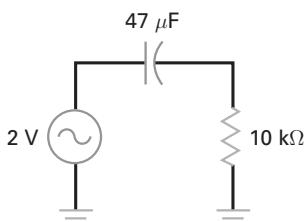

Figura 8-31
- 8-1** **III Multisim** Na Figura 8-31, Qual é o menor valor da frequência para que o capacitor de acoplamento funcione adequadamente?
- 8-2** **III Multisim** Se a resistência da carga mudar para $1\text{ k}\Omega$ na Figura 8-31, qual é o valor da menor frequência para que haja um bom acoplamento?
- 8-3** **III Multisim** Se o capacitor mudar para $100\text{ }\mu\text{F}$ na Figura 8-31, qual é o valor da menor frequência para que haja um bom acoplamento?
- 8-4** Se a menor frequência de entrada na Figura 8-31 for de 100 Hz, qual é o valor necessário de C para que exista um bom acoplamento?
- 8-35** Suponha que alguém montou o circuito da Figura 8-31. Essa pessoa não pode entender por que uma tensão CC muito pequena está sendo medida no resistor de 10 $k\Omega$ quando a tensão da fonte é de 2 V com a frequência igual a zero. Você pode explicar o que está acontecendo?